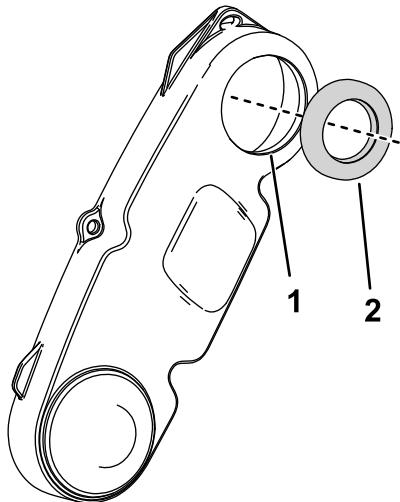

Figure 3
6. Insérez le joint dans le couvercle avant de l'entraînement du cylindre jusqu'à ce qu'il affleure (Figure 3).